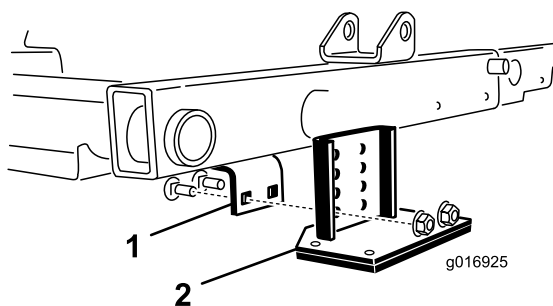

Рисунок 8
2. Найдите кронштейн рамы над центральным режущим блоком (Рисунок 8).
3. Нажимая передний валик центрального режущего блока вниз, определите, какие отверстия кронштейна опрокидывателя совпадают с отверстиями кронштейна рамы и обеспечивают такой же контакт валика при установленном кронштейне опрокидывателя (Рисунок 8).
4. Опустите режущие блоки и установите кронштейн опрокидывателя на кронштейн рамы с помощью 2 (двух) каретных болтов и гаек, поставляемых с механизмом опрокидывания валика (Рисунок 8).